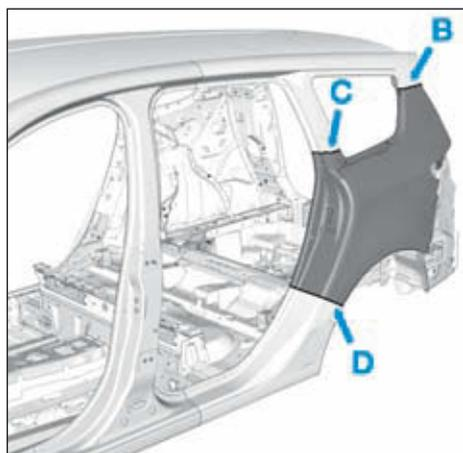

FIG.125
- Respecter les lignes de coupe (B), (C) et (D) (Fig.125).